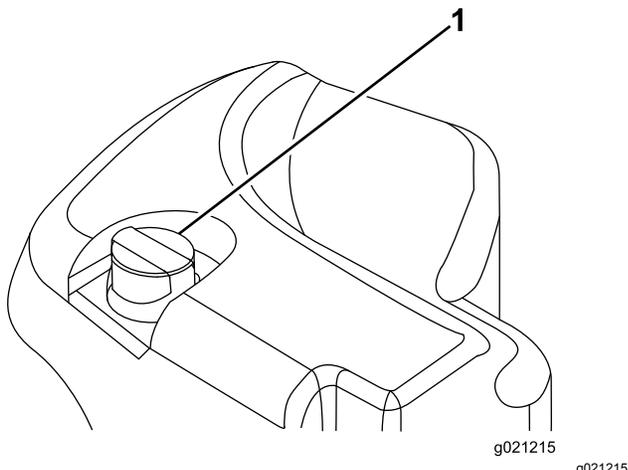

Рисунок 67
2. Очистите зону вокруг заливной горловины и крышки гидравлического бака (Рисунок 67).